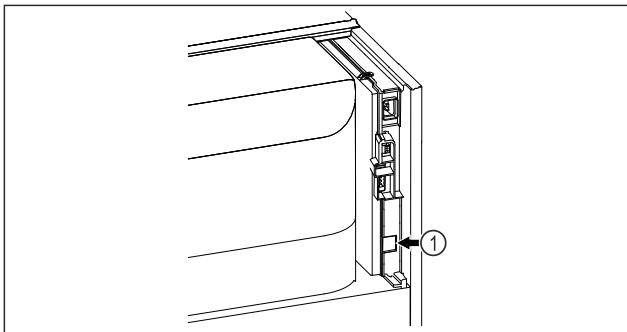

Fig. 83
- SmartModule Fig. 83 (1) er satt inn.